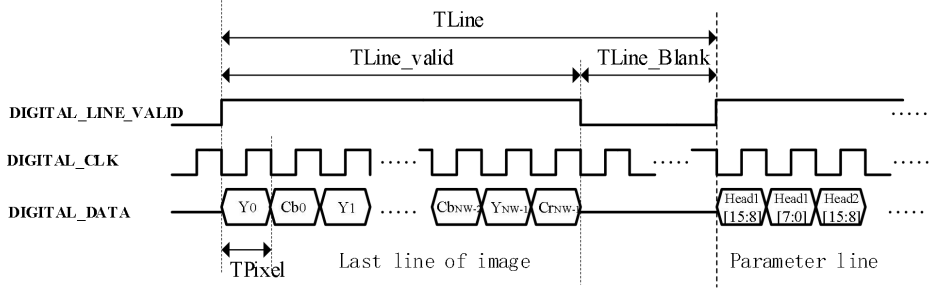
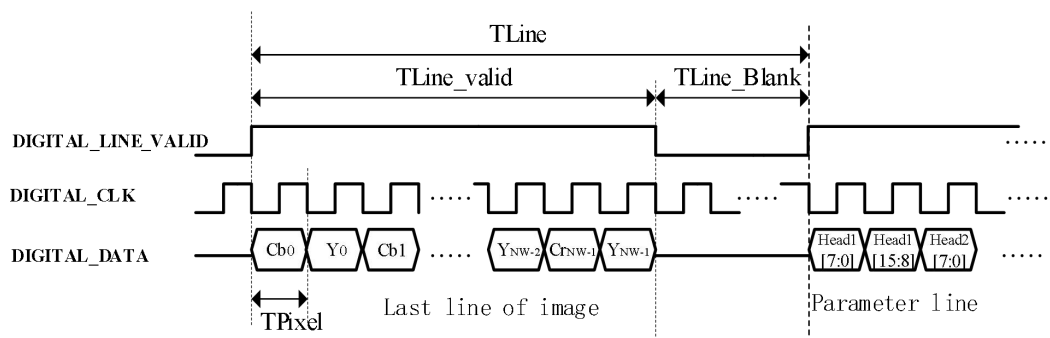

图 14 YUV422+参数行 (MSB) 行与数据时序图
图 15 YUV422+参数行 (LSB) 行与数据时序图
c) 数据源为 YUV422+参数行的行与数据时序关系图时序如图 14 图 15 所示；